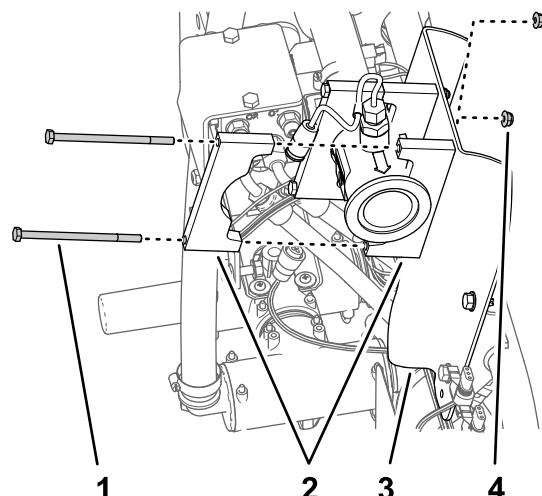

Figura 73
- Allineate 2 metà del morsetto di supporto tra il flussometro e la relativa staffa e allineate i fori nelle metà del morsetto con i fori nella staffa (Figura 73).
- Allineate una metà del morsetto di supporto sulla parte posteriore del flussometro con una delle metà del morsetto che avete montato al passaggio 3 (Figura 73).
- Montate entrambe le metà del morsetto sulla staffa del flussometro (Figura 73) con 2 bulloni ($\frac{1}{4}'' \times 4\frac{1}{2}''$) e 2 dadi di bloccaggio flangiati ($\frac{1}{4}''$)